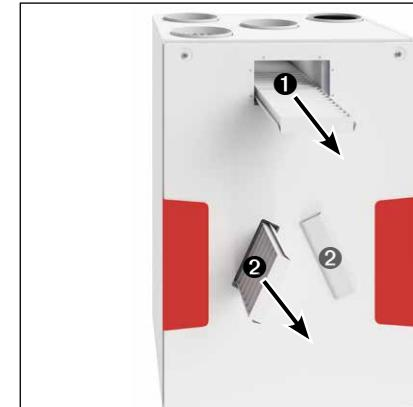

Fig. 38
2. Retirer le filtre air extérieur ① vers l'avant et le remplacer (voir Fig. 38).
4. Retirer le filtre air extrait ② vers l'avant et le remplacer (voir Fig. 38).